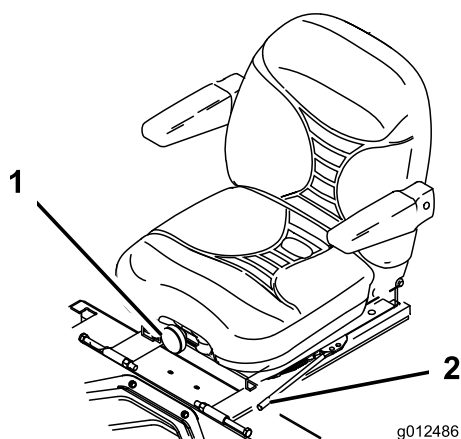

Figure 28
1. Poussez le levier de réglage sur le côté pour débloquer et régler le siège (Figure 28).
Pour ce faire, tournez le bouton avant dans un sens ou dans l'autre pour obtenir la position la plus confortable (Figure 28).